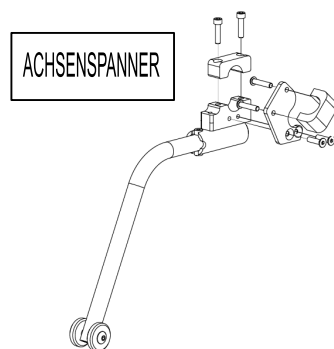
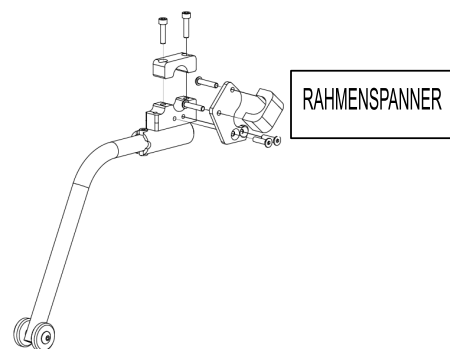

ABB.1
ABB.2
- Die Spannvorrichtung an der Befestigungsplatte befestigen (Abb. 1)
- Die Spannvorrichtung an der Achse befestigen (Abb. 1/2)
- Die zweite Spannvorrichtung am Rahmen befestigen (Abb. 2)
- Verwenden Sie einen speziellen Hebel, um zwischen Felge und Reifenschulter zu gelangen, so dass sich durch Kippen des Hebels die Oberfläche des Reifens anhebt (Abb. 1 und 2)
- Den letzten Teil des Schlauchs mithilfe der Hebel einsetzen und die in den Abb. 3, Abb.. 2 und Abb. 1 aufgeführten Anweisungen umgekehrt durchführen.